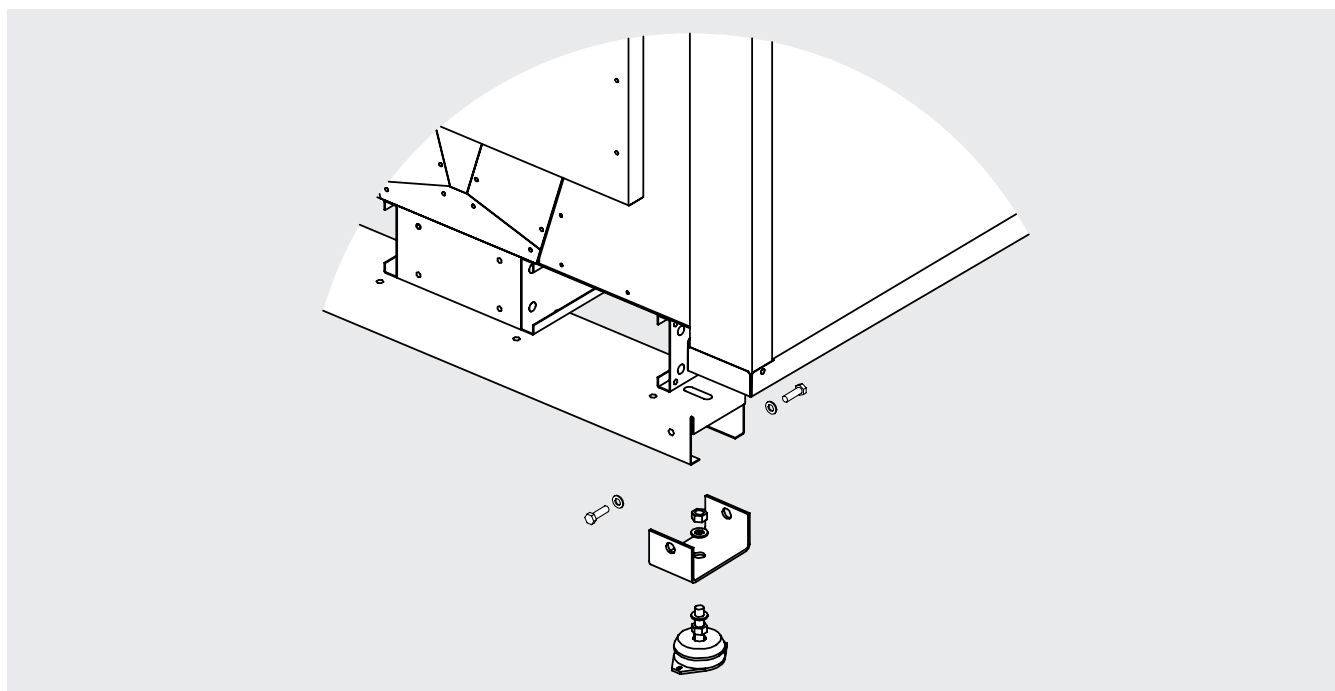

Abbildung 9
- 6.5 Das Gerät muss fest mit dem Untergrund verankert sein, nutzen Sie alle Befestigungspunkte. Um eine Geräuschübertragung zu verhindern, verwenden Sie ggf. Stoßdämpfer. Siehe Abbildung 9.